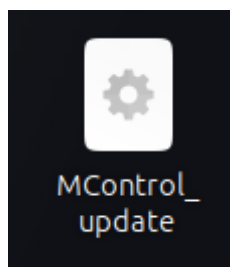

Рисунок II-27 – Файл «MControl\_update»
3. Запустите файл «MControl\_update» на рабочем столе (см. Рисунок II-27).